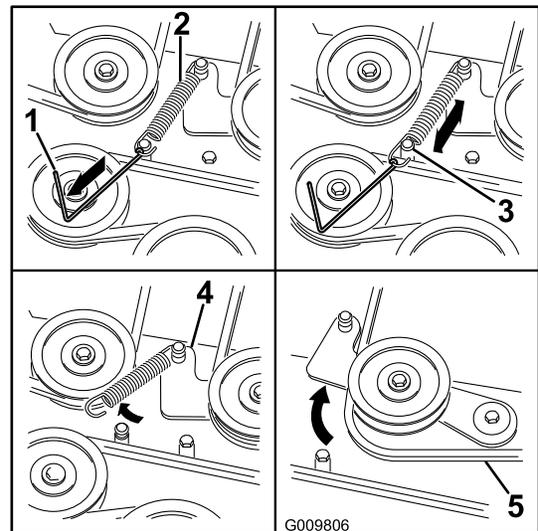

Figura 68
5. Usando una herramienta para la retirada de muelles (Pieza Toro N° 92-5771), retire el muelle tensor del espárrago de la carcasa para eliminar la tensión de la polea tensora (Figura 68).
8. Pase la correa nueva alrededor de las poleas del cortacésped y de la polea del embrague, debajo del motor (Figura 68).
9. Usando una herramienta para la retirada de muelles (Pieza Toro N° 92-5771), instale el muelle tensor sobre el espárrago de la carcasa para tensar la polea tensora y la correa del cortacésped (Figura 68).